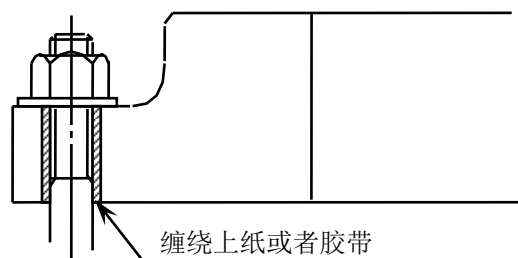

图2.1
- (1) 依照墨线确认安装位置的方向，或者依照高度定出中心后再设置底座。
- (2) 固定地脚螺栓时，为了防止地脚螺栓与底座螺栓孔的偏移，先把螺栓插入底座上的孔内后使用吊车将底座吊起，吊下时对照好地脚螺栓的预埋方孔，然后直接将底座放置在临时垫铁上。紧固螺母时旋入到螺栓上的螺纹露出二圈至三圈为止，事先在底座螺栓孔与地脚螺栓接触的外周部位缠绕上以后便于拆除的纸或者胶带，以消除底座螺栓孔与地脚螺栓之间的活动间隙。这样做的话，之后底座可以做些许水平移动，而且在浇注混凝土的时候，螺栓也不易倾斜。（参照图2.1）
- (3) 把平尺平放在底板上面，使用水平仪，等高垫块和垫铁将水平度调整到每0.15mm/m以内。
- (4) 如果使用泡沫模板代替钢模板预制预埋方孔的话，因为拆除非常困难，这里并不推荐。一旦代替使用时，拆除泡沫模板时请充分注意孔内不要留有附着残留物。因为残留的燃烧残渣会使灰浆与混凝土之间结合不良，所以请不要使用氧气切割器等烧除泡沫板。